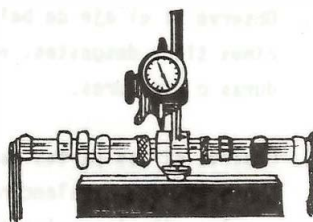

Fig. 11
- b. Monte el comparador de carátula en tal forma que la punta haga contacto con el muñón central (fig. 11).